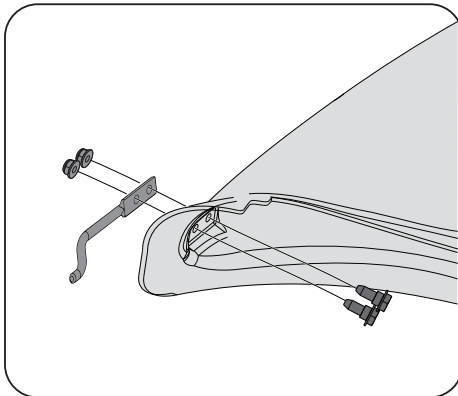

Figure 4-15
1. À partir de l'intérieur du coffre, insérez les deux vis à tête hexagonale (738-1225) dans les trous situés dans la partie inférieure avant du coffre. Consultez la Figure 4-15.
2. Mettez la tige de montage (747-06309) en place sur les vis à tête hexagonale. Assurez-vous que le bout de la tige est tourné vers l'extérieur du coffre. Consultez la Figure 4-15.
3. Commencez à visser les écrous de blocage de la bride (712-04064) sur les vis à tête hexagonale. Consultez la Figure 4-15.